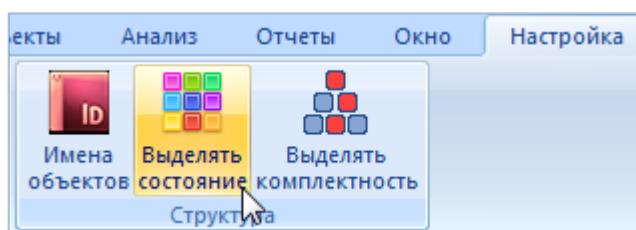

Рис. 29-26 – Кнопка «Выделять состояние» панели «Структура»
3) Информация о состоянии экземпляра ФИ выводится в колонке «Тех. Состояние». Для того чтобы выделить цветом экземпляры ФИ с различным техническим состоянием, необходимо нажать кнопку «Выделять состояние» панели «Структура» рабочего окна «Экземпляры» (рис. 29-26).